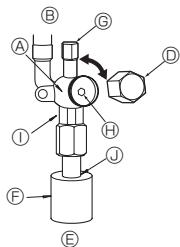

Fig. 4-5
- ① Gass-/væskeside på ZM71 (Fig. 4-5)